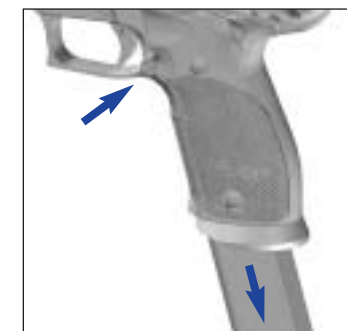

Fig. 2
2. Accionar el retén del cargador 42 y extraer el cargador (fig. 2).